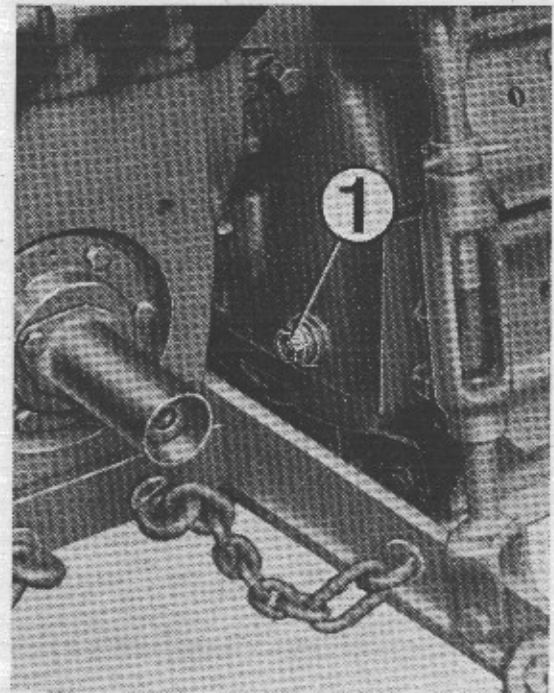

Fig. 50
- 8) **Riduttori laterali** - Verificare il livello dell'olio dal tappo (fig. 50, punto 1) e se necessario ripristinarlo dallo stesso.
- 4) **Carter riduttori laterali** - Scaricare l'olio dal tappo inferiore ed introdurre olio nuovo del tipo prescritto nella tabella dei « RIFORNIMENTI » dall'apposito tappo (fig. 50, punto 1).